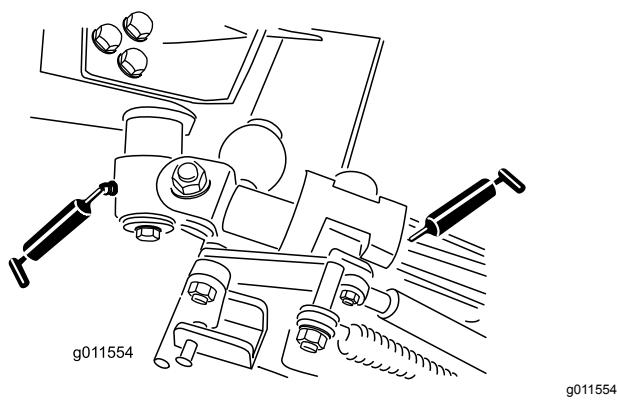

Figura 69
- 2 casquillos de pivote de leva acodada (Figura 69)
- 4 casquillos de los brazos traseros (Figura 69)